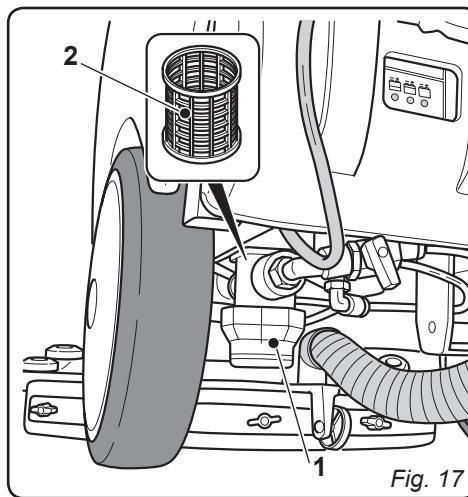

Fig. 17
11.1.d - Nettoyage du filtre d'eau propre (Fig. 17)
- Dévisser le couvercle transparent (1) du filtre et enlever de filtre (2).
- Nettoyer le filtre (2) à l'eau du robinet ; s'il est encrassé, procéder à sa substitution.